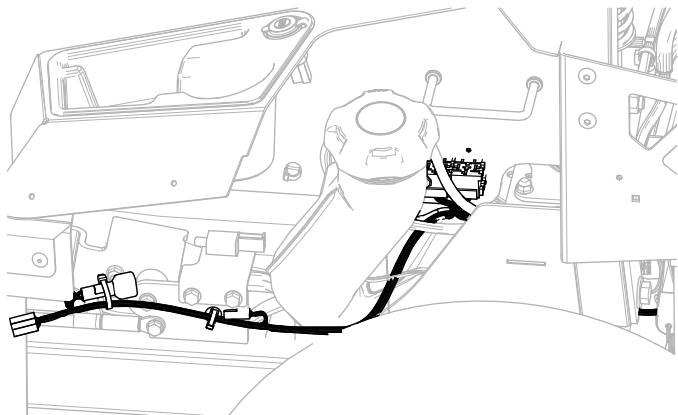

**Figura 13**
3. Instale o segundo fixador de pressão no suporte do depósito de combustível traseiro (Figura 13).